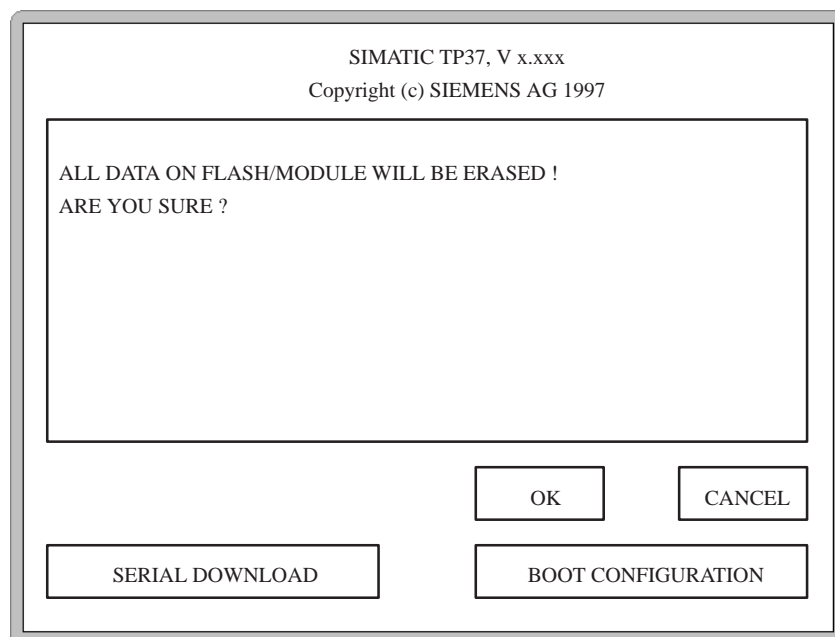

Figure 9-1 Paramètres dans la phase de démarrage (exemple : effacer la mémoire flash)
1. Durant la phase de démarrage du Touch Panel, touchez l'écran au voisinage de son coin supérieur gauche. Le menu représenté sur la figure 9-1 posant la première demande de confirmation s'affiche.